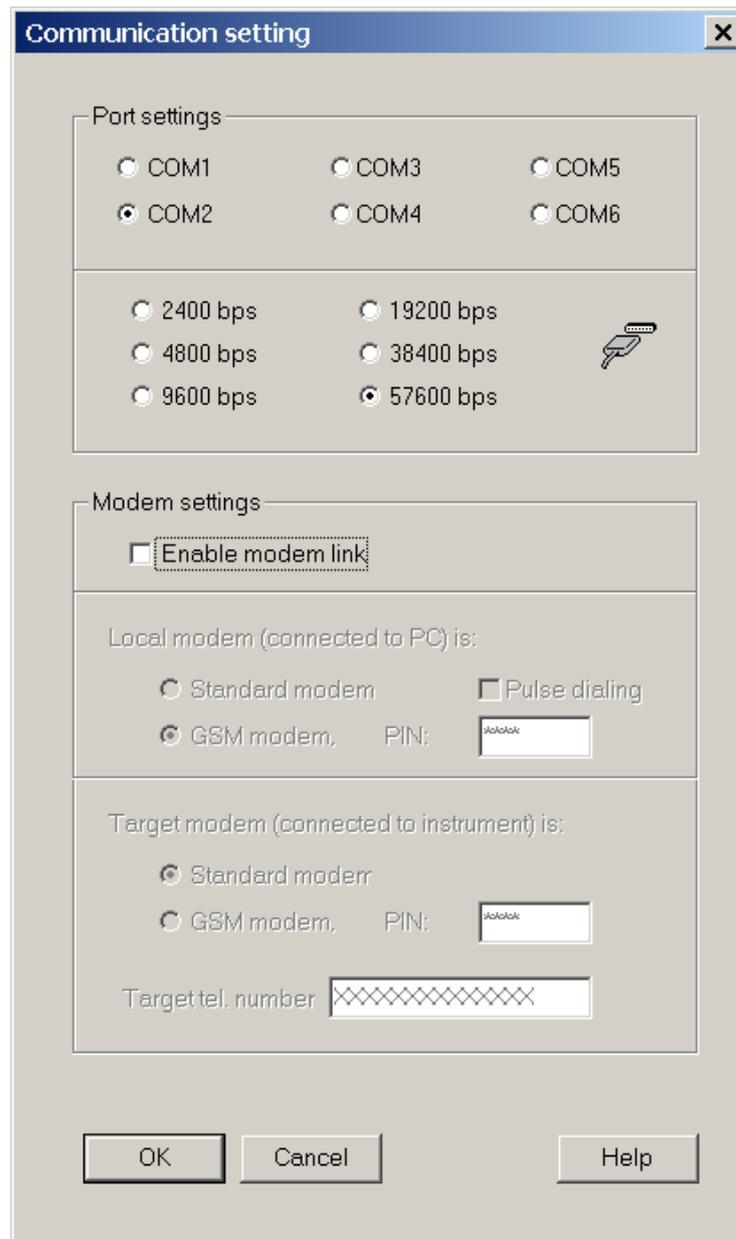

Fig. 26: Pantalla de configuración de la velocidad en baudios
- Instrument Baud Rate (Velocidad en baudios del instrumento)** Aumente o reduzca el valor utilizando las teclas Avpág / Repág o haga doble clic en el siguiente diálogo, vea la Fig. 26.